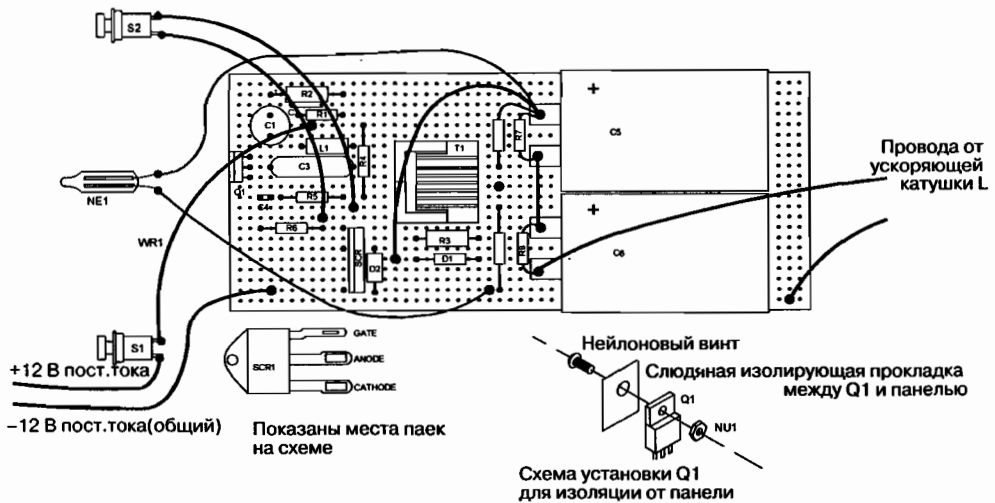
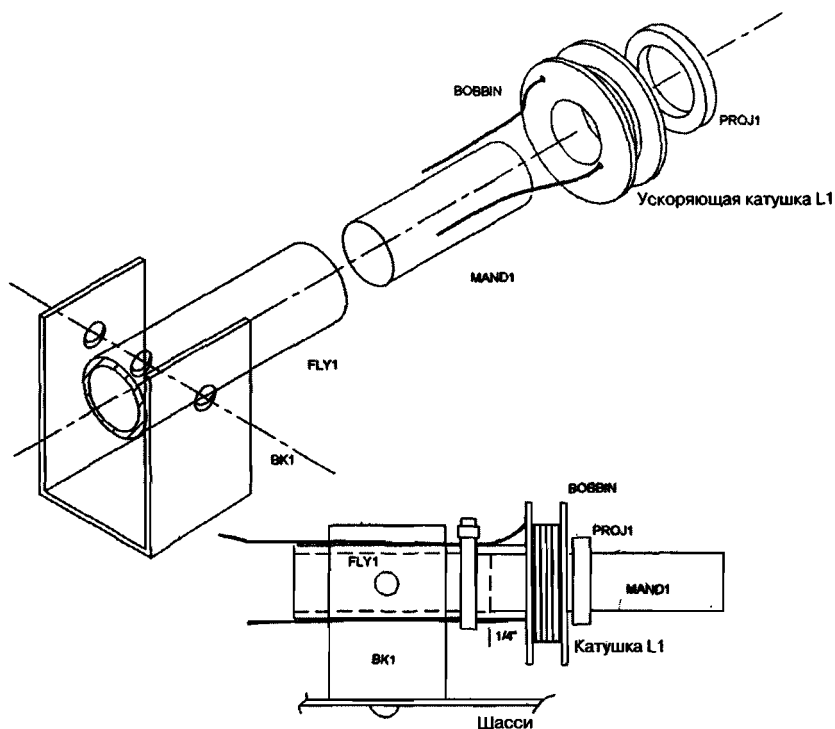

Рис. 2.4. Плата в сборе с указанием внешних подключений
Рис. 2.6. Чертеж в изометрии для изготовления скобы, сердечника и направляющей трубки
6. Выполните следующие соединения проводов (рис. 2.4):
- Изготовьте скобу BK1, сердечник MAND1 и направляющую трубку FLY1, как показано на рис. 2.6.
- Отмотайте провод на ускоряющую катушку L1 (см. рис. 2.6). Вставьте секцию 0,6 см сердечника MAND1 в направляющую. Просверлите небольшие отверстия для начала и конца обмотки в боковых частях бобины, как это показано на рисунке. Индуктивность катушки при измерениях должна быть в пределах 90–100 мкГн без снаряда и 50–60 мкГн при установке снаряда. Подсоедините концы обмотки катушки (см. рис. 2.4). Учтите, что задача заключается в том, чтобы расположить снаряд настолько близко к обмоткам, насколько это физически возможно. Это обеспечивает максимальное магнитное взаимодействие и, следовательно, оптимальную скорость движения снаряда.